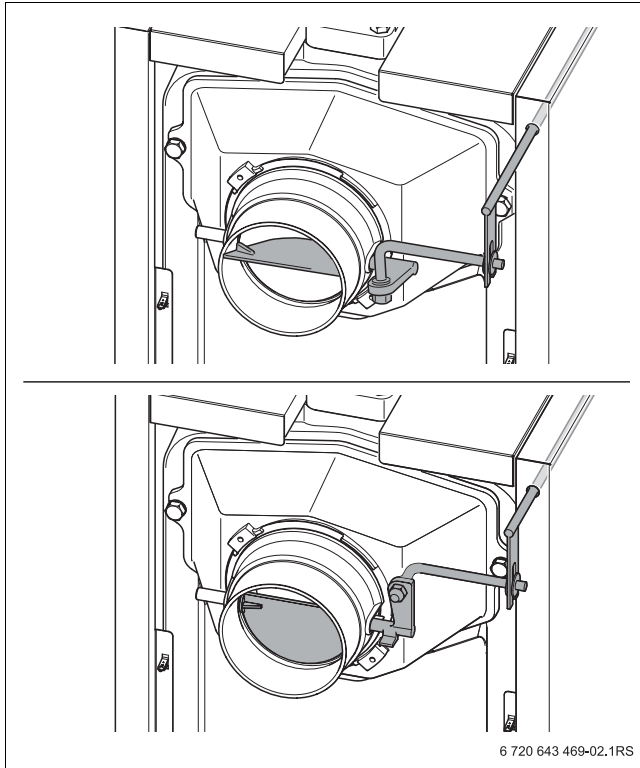

Рис. 31 Засувка для димової труби відкрита (зверху – відкрита, знизу – закрита)
- ▶ Щоб уникнути втрати тепла в димовій трубі, необхідно закривати засувку для димової труби залежно від тяги в димовій трубі (→ Рис. 31, знизу). Якщо відпрацьовані гази відводяться неправильно (тяги в димовій трубі є недостатньою), знову трішки відкрити засувку для димової труби (→ Рис. 31, зверху).
- ▶ Щоб уникнути утворення диму в приміщенні для установки під час підкладання деревини, відкрити засувку для димової труби (→ Рис. 31 зверху).
- ▶ Закрити завантажувальні дверцята [1] та засувку для димової труби (→ Рис. 31 знизу).